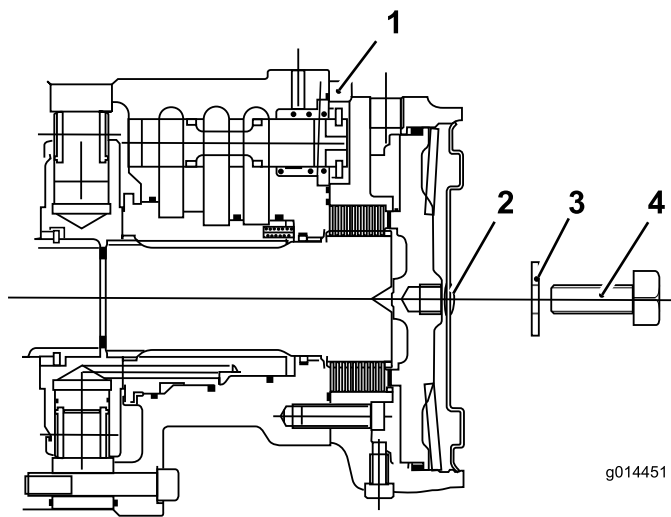

Figura 44
- C. Monte el tapón hexagonal en la placa de extremo del motor (Figura 44).